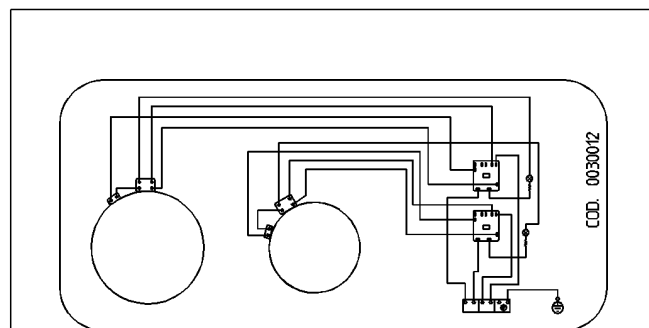

ABB. 12
b) Die Verbindungsbrücken am Klemmenkasten verschieben, und zwar entsprechend dem in der Abb. 12 dargestellten Schema, das zudem auf dem Gehäuse der Kochmulde angebracht ist.